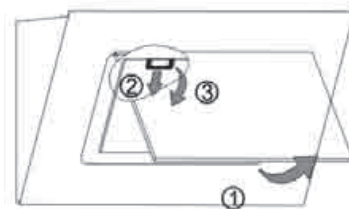

Bild.7
- Ta ur filtren så som visas i bild 7.